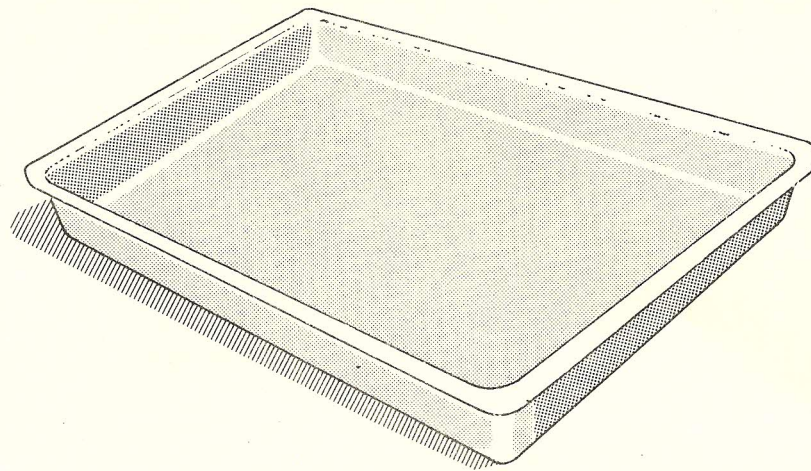

FIGURA 1 - Bandeja de alumínio
- bandejas de alumínio, tamanho 30 x 45 x 5cm (Figura 1)